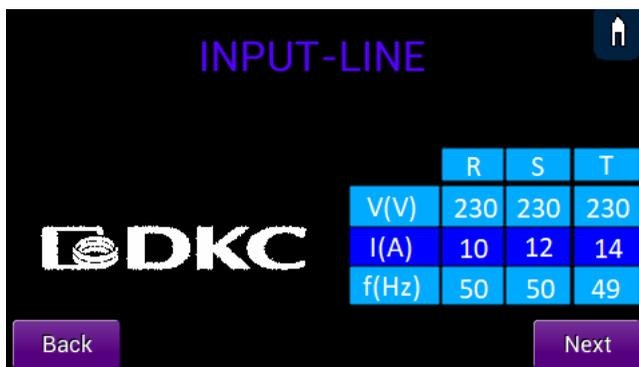

Рисунок 22 – Отображение параметров основной сети
Пользователь может нажать на данный блок для доступа к дополнительной информации - мощность нагрузки (в % от номинальной мощности ИБП), значения активной и полной мощности, выходной коэффициент мощности (PF) в реальном времени для трех фаз (рисунок 22).